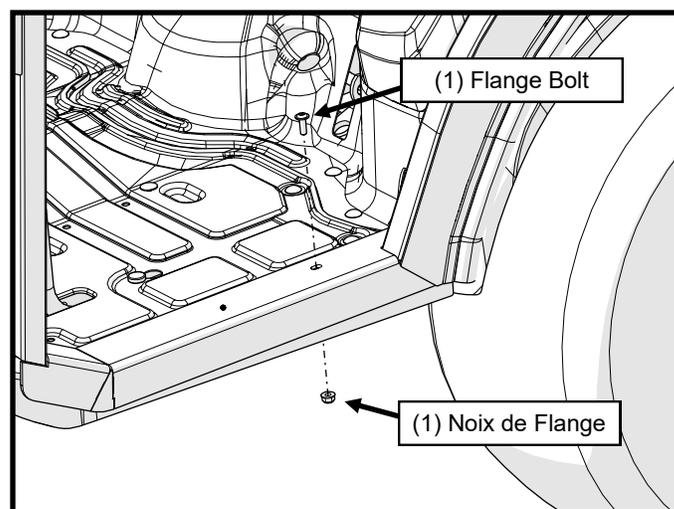

Figure 30 : Cadre latéral sécurisé au plancher
30. Fixez les planchers de cabine sur le plancher du tracteur avec 1/4-20 x 3/4 » Flange Bolts et 1/4-20 Flange Nuts, un ensemble de chaque côté du tracteur. Voir la figure 30.